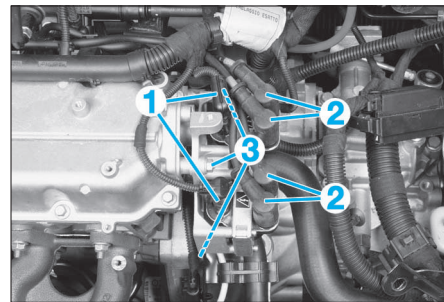

FIG. 25
- Débrancher les 2 connecteurs (1) des bobines d'allumage et les connexions électriques (2) (Fig.25), puis déposer les vis de fixation (3).